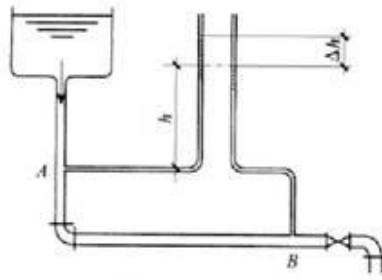

图1 90°弯头
1. 为测得  $90^\circ$  弯头的局部阻力系数 $\xi$ ，可采用如图 1 的装置，已知 AB 段管长  $L=10\text{m}$ ，管径  $d=50\text{mm}$ ， $\lambda=0.03$ 。实测数据为：